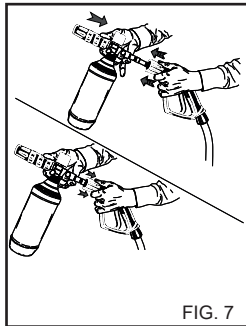
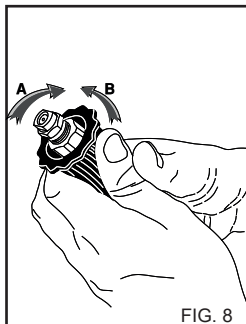

FIG. 7
FIG. 8
2) Entfernen Sie die Verlängerung vom Griff und setzen Sie das Reinigungsmittel-Sprühset ein (fig. 7), betreiben Sie den Hochdruckreiniger und sprühen Sie die zu reinigende Fläche von unten nach oben ein. Bedienen Sie bei der Version mit Reinigungsmittelabsaugung den Saugschalter des Reinigungsmittels an der Lanze (fig. 8).
4) Nach dem Gebrauch mit Reinigungsmittel muss der Ansaugkreislauf ausgespült werden; stecken Sie hierzu den Saugschlauch (fig. 8) des Reinigungsmittels in einen Kanister mit Reinwasser und betreiben Sie die Pumpe 1 Minute lang bei Lanze auf Reinigungsmittelabgabe.
**GEBRAUCH DES VERSTELLBAREN SPRÜHKOPFES (Fig. 8) (Vers. DS)**